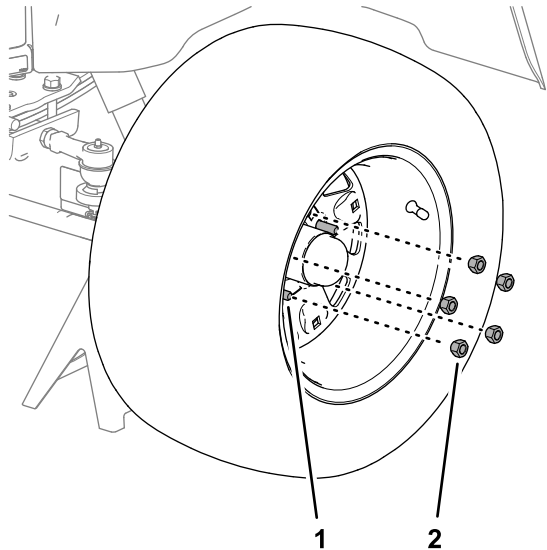

Figure 12
1. Alignez les trous de la roue sur les goujons du moyeu de roue (Figure 12).
2. Fixez la roue sur les goujons avec les 5 écrous de roue, puis serrez-les à la main (Figure 12).